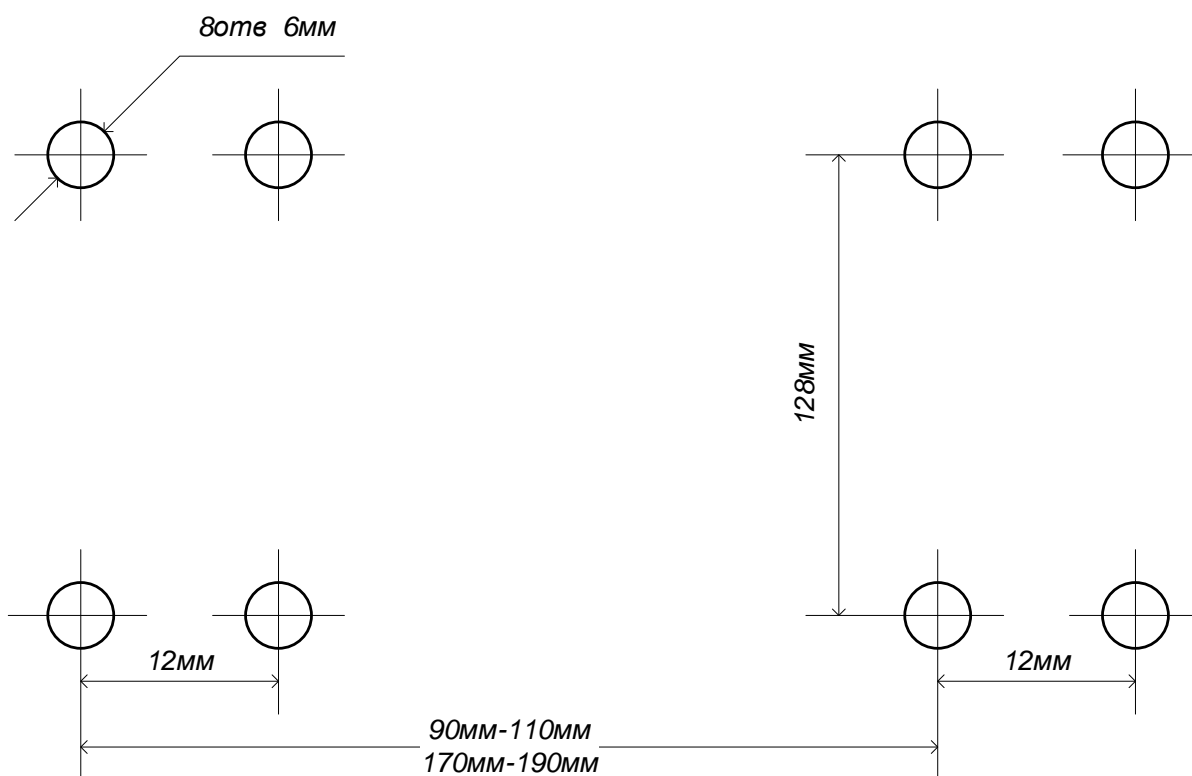

Рис. 3. Чертеж монтажных отверстий
- 5.2. При монтаже с помощью входящего в комплектацию монтажного комплекта необходимо в месте крепления просверлить монтажные отверстия в соответствии с рис. 3.